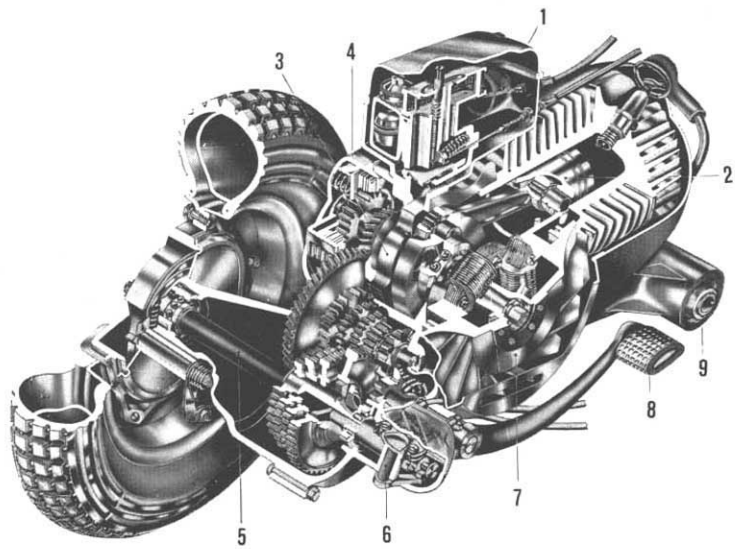

Fig. 1
**Le moteur:** (voir caractéristiques à la page 20 et coupe fig. 1) est pivoté élastiquement au châssis du scooter par le bras du semi - carter côté embrayage.
**Motor:** ver características en la pág. 21 y sección fig. 1. El motor va acoplado elásticamente al bastidor de la moto mediante el brazo del semicarter lado embrague. La rueda trasera (motriz) va montada sobre el extremo del eje del cambio.